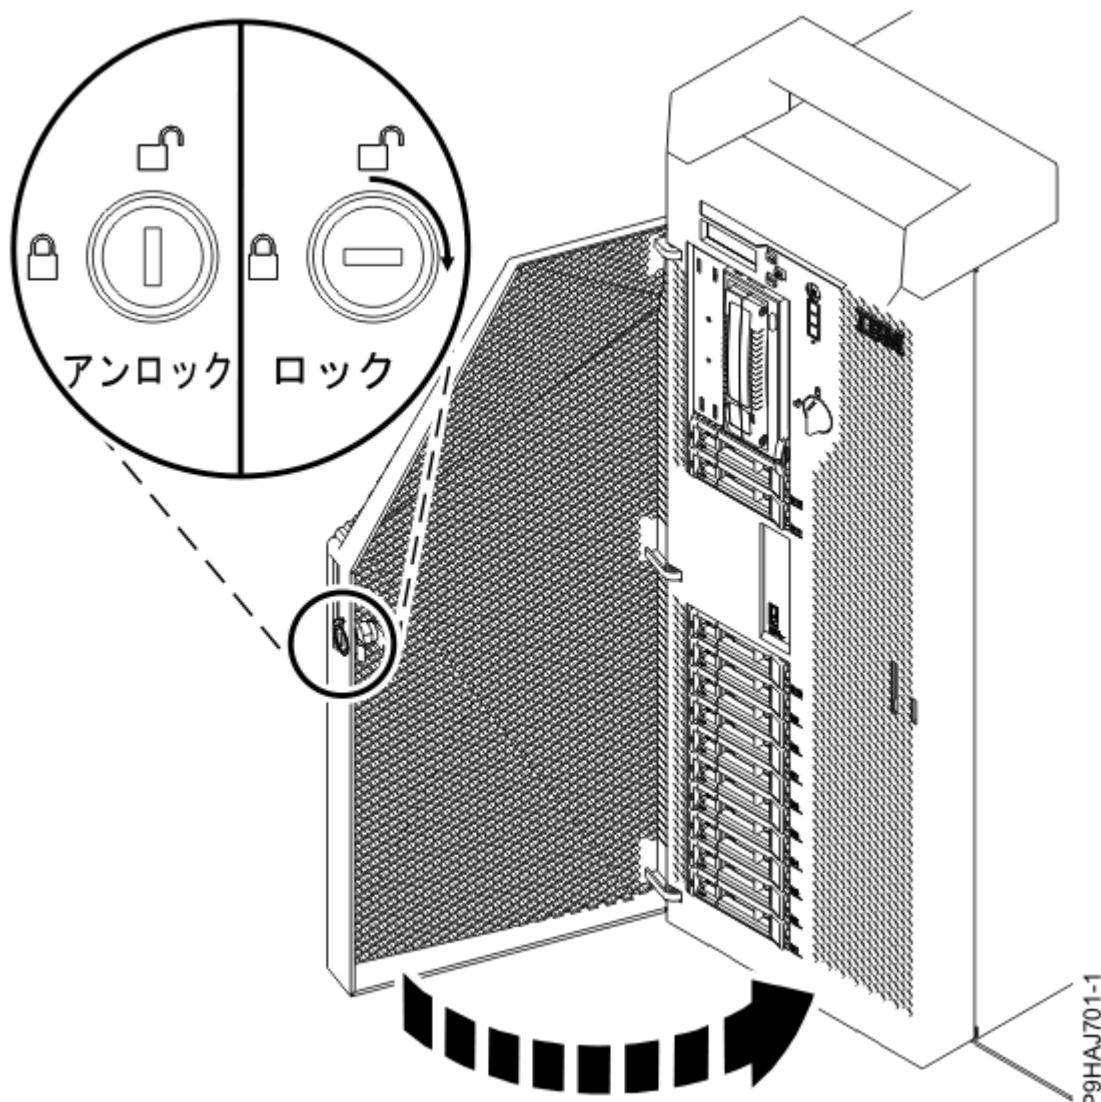

図 48. 前面ドアのロッキング
- e) 前面ドアを閉じます。前面ドアの鍵をロックに差し込みます(50 ページの図 48 を参照)。鍵を右(時計回り)にひねって、ドアをロックします。水平方向がロック状態で、垂直方向がアンロック状態です。